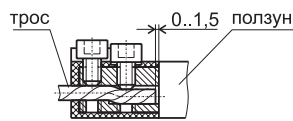

Рис. 6
10. Осторожно вставьте трос с оболочкой в корпус привода, вращая их в направлении навивки троса. Трос должен без усилия войти в отверстие ползуна. Двигайте трос до тех пор, пока его конец не станет вровень с выходом отверстия ползуна, либо будет внутри в 1-1,5 мм от среза отверстия (см. рис. 6). Выступление троса из отверстия не допускается;